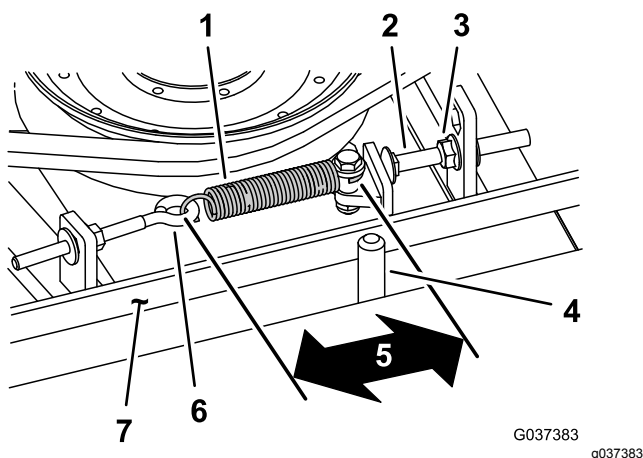

Figure 77
Lorsque le ressort d'extension est correctement tendu, l'intérieur doit mesurer (d'un crochet à l'autre) entre 8,3 et 9,5 cm. Lorsque le ressort est correctement tendu, ajustez le boulon de butée (boulon de carrosserie) jusqu'à obtention d'un jeu d'environ 2 à 5 mm entre la tête du boulon et le bras de tension (Figure 77).
Remarque: La courroie doit être placée du côté ressort du guide (Figure 77).
2. Desserrez le boulon à œil pour pouvoir enlever le ressort d'extension (Figure 77).
3. Desserrez l'écrou à embase qui fixe le boulon de butée à la patte de montage, et écarter la poulie de tension de la courroie pour détendre cette dernière (Figure 77).
9. Raccrochez le ressort d'extension (Figure 77) au boulon à œil et tendez la courroie comme suit :